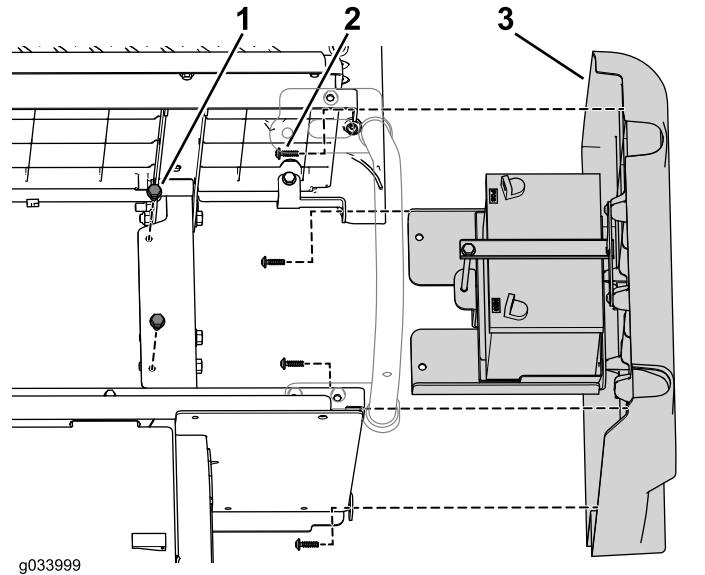

Bild 11
6. Entfernen Sie die zwei Bundkopfschrauben (5/16" x 3/4"), mit denen das Batteriefach am Rahmen befestigt ist; entfernen Sie die vier Torxschrauben (M6.0 x 22 mm), mit denen die rechte Seitenplatte befestigt ist, mit einem T30-Sechskantschlüssel, und nehmen Sie die rechte Seitenplatte ab (Bild 11).
Hinweis: Die Batterie wird mit der rechten Seitenplatte abgenommen, wie in Bild 11 abgebildet.